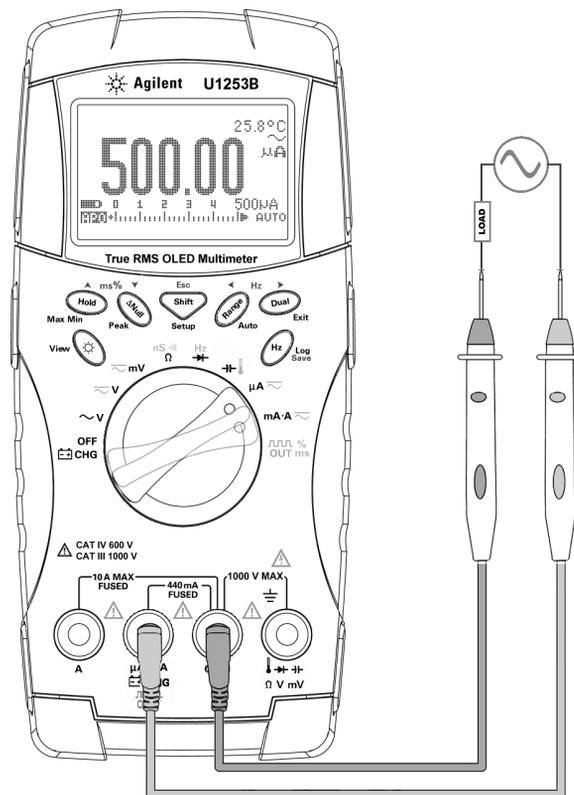

Figura 2-3 Misurazione della corrente μA e mA
- 3 Collegare i puntali di misura rosso e nero rispettivamente ai terminali di ingresso $\mu\text{A}\cdot\text{mA}$ (rosso) e **COM** (nero) (consultare la Figura 2-3 a pagina 34).
- 2 Collegare le sonde come nella Figura 2-3 a pagina 34.